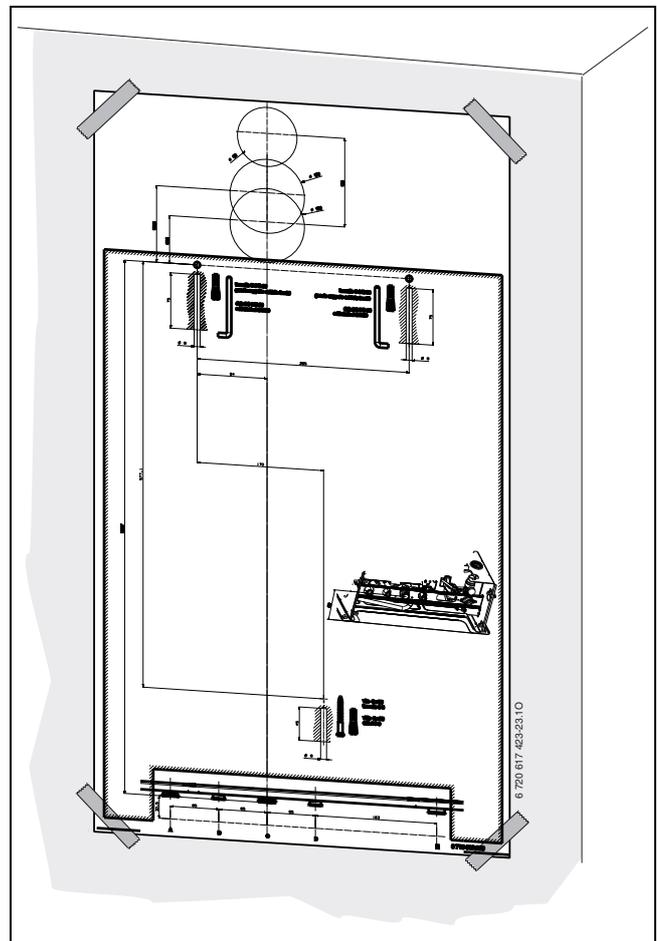

Fig. 10 Fissaggio a muro della dima di montaggio
- Fissare la dima di montaggio a corredo (carta) al punto desiderato della parete. Osservare le distanze minime e le indicazioni riportate sullo stampato (→ fig. 10).